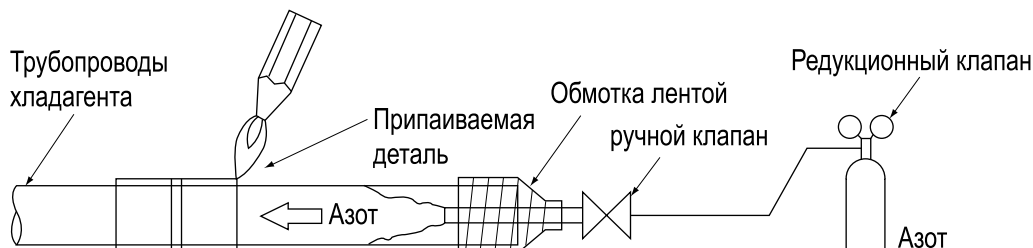

Рис. 16
2. При пайке после направления потока азота через трубку и замены воздуха азотом следует установить давление азота около 0,02 МПа редукционным клапаном. (См. рис. 16)